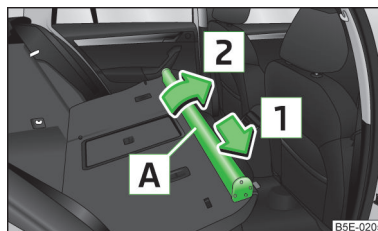

Fig. 103
- > Împingeți carcasa peretelui despărțitor din plasă **A** în sensul săgeții **1** și scoateți-o din prinderea spătarului banchetei din spate, în sensul săgeții **2** » fig. 103.
- > Împingeți carcasa peretelui despărțitor în sens contrar săgeții **1** » fig. 103, până la capăt.